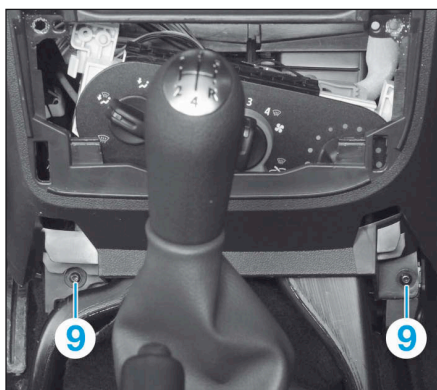

FIG.16
- Déposer les vis (9) (Fig.16).